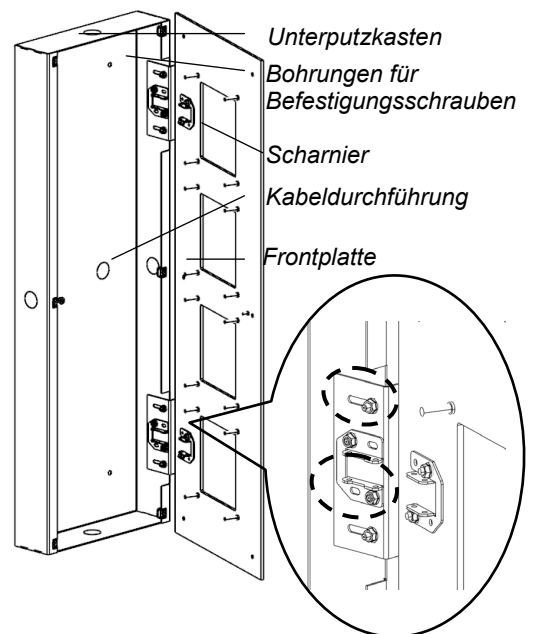

Abb. 8: Einbau Unterputzkasten
- ▶ Lösen Sie die Muttern (M3) der Führungsbleche (Detail Abb. 8).